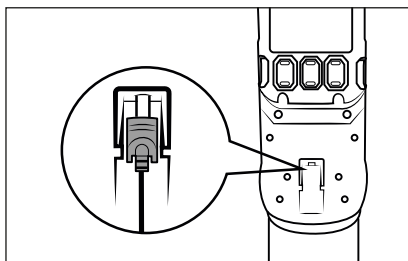

Fig. 8
- ▶ La aspiradora también puede cargarse directamente a través del adaptador de red **4**. Para ello, extraiga el conector coaxial **10** del soporte mural **17** con un leve giro e insértelo en la conexión de carga **2** del aparato (consulte la fig. 8).